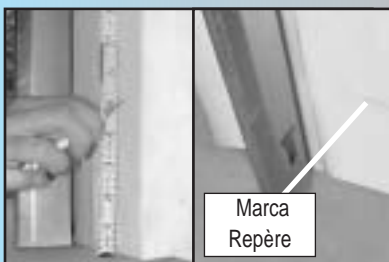

Fig. 3-1
- Marque ambos lados del marco de la puerta del garaje o pared 5" arriba del piso **Fig. 3-1**.
- Tracer un repère sur les deux côtés de la charpente de la porte de garage ou sur le mur à une hauteur de 12,5 cm au-dessus du sol. **Fig. 3-1**.